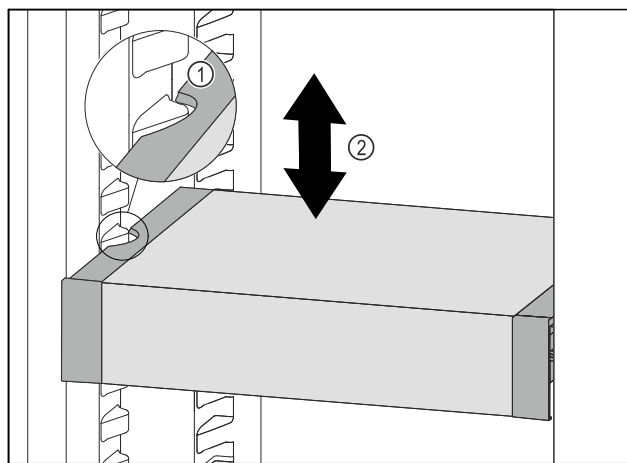

Fig. 73
- Predal VarioSafe povlecite v smeri naprej, dokler nista stranska izreza predala VarioSafe na višini nastavka za posodo v hladilniku. Fig. 73 (1)
- Predal VarioSafe premikajte v hladilniku gor ali dol, dokler ne dosežete zelene višine. Fig. 73 (2)